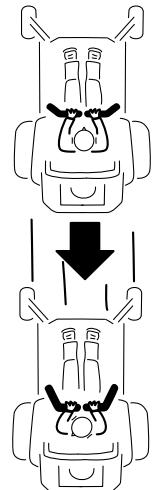

Figura 21
- Para ir hacia atrás, mire hacia atrás y hacia abajo, y tire hacia atrás lentamente de las palancas de control de movimiento (Figura 21).
Para ir recto, aplique la misma presión a ambas palancas de control de movimiento (Figura 21).